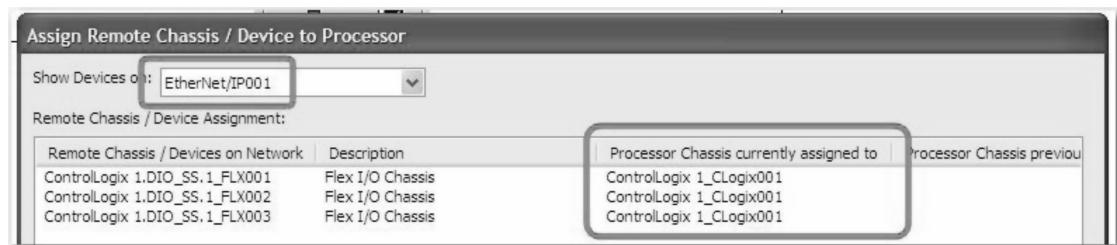

图 26-177 设备显示视图
3. 在“显示位于以下位置的设备:”（Show Devices on:）下拉列表中选择 EtherNet/IP001，如图 26-177 所示。现在，将列出先前通过 DIO 向导创建的三个 FLEX I/O 机架。请注意，已分配的处理器当前是 ControlLogix 1 子系统内的处理器。这也是在使用 DIO 向导创建 I/O 时设定的。